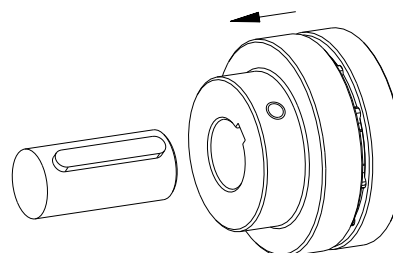

Bild 32: Montage der Baugruppe
- Montieren Sie die zusammengesteckten Teile auf das andere Wellenende (siehe Bild 32).